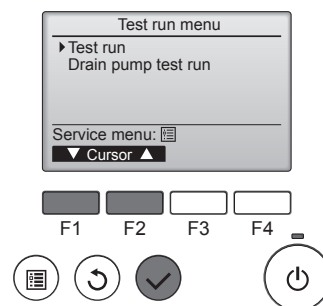

Fig. 8-2
- ② Selezionare l'opzione "Test run" (Prova di funzionamento) dal relativo menu, quindi premere il pulsante [SCEGLI]. (Fig. 8-2)
- ③ Viene avviata la prova di funzionamento e viene visualizzato il relativo schermo.